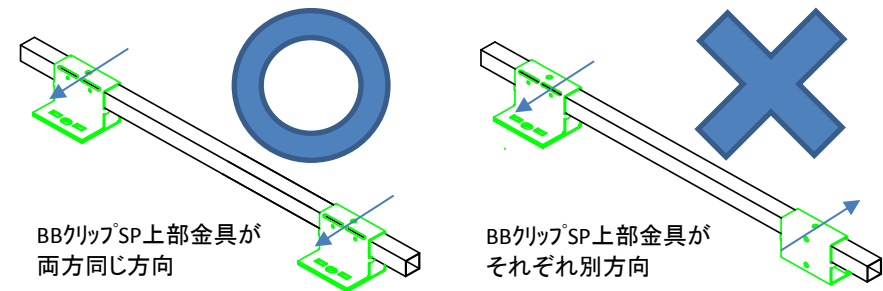

図3
- ・BBクリップSP20の上部金具は角バーに取付けた時に同じ方向になるようにして下さい(図3)。
※2・角バーは必ずBBクリップSP上部金具の角バー用ツメの上になるように使用して下さい(図3)。